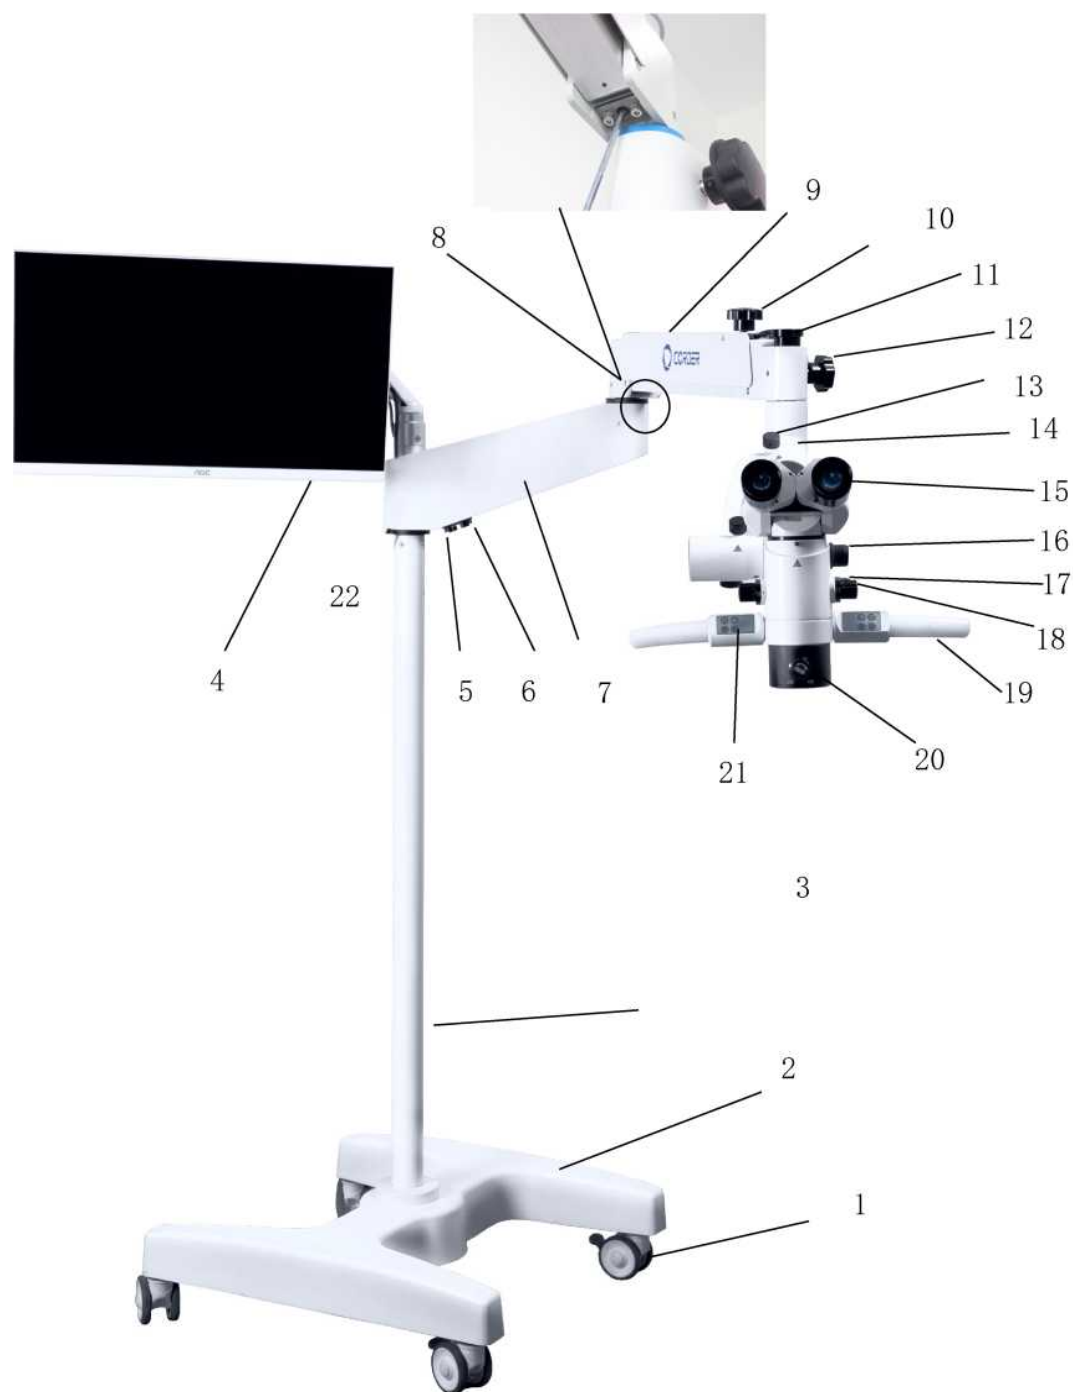

Рис. 2. Общие элементы конструкции
Как показано на рис. 2, поперечный рычаг (9) установлен на стойке (4) для вращения на 360° вокруг стойки; жестко зафиксируйте поперечный рычаг с помощью замка 8. Включение питания поперечного рычага, светодиодной лампы и вентилятора охлаждения может осуществляться исключительно квалифицированными специалистами.
См. рис. 2. На консоли (13) расположена ручка балансировки (12). Вращайте ручку (11) против часовой стрелки для увеличения уравнивающей нагрузки на консоль или по часовой стрелке для ее уменьшения. Консоль выдерживает нагрузку до 3–8 кг. После регулировки баланса ослабьте блокирующую ручку (14); при этом головка микроскопа может свободно двигаться вверх и вниз в диапазоне от -30° до +30° (аналогично смене высоты на 600 мм) для выполнения различных операций. После регулировки затяните блокирующую ручку (14) и зафиксируйте консоль.